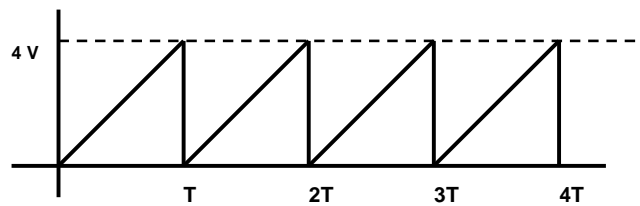

Figura 3.3 Señal Diente de Sierra positiva
4. Ajuste el potenciómetro P1 hasta tener una amplitud de 4 V de voltaje pico, en la señal diente de sierra, como se muestra en la figura 3.3, si no se logra alcanzar el nivel de voltaje indicado, sustituya la resistencia de realimentación del operacional para lograr obtener dicho valor.